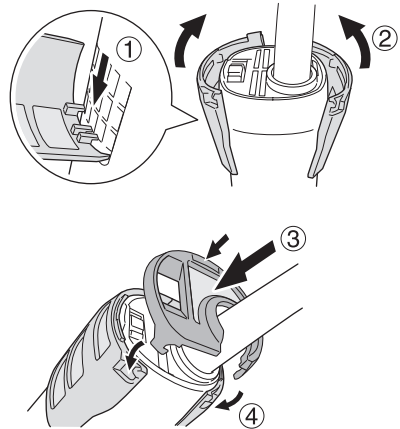

Fig. 9
**Procedimiento de reinstalación (Fig. 9)**
- (1) Enganche el clip en el filtro lateral con el orificio de ventilación y alinee el filtro con la unidad principal.
- (2) Inserte el filtro inferior y luego presione los clips con los filtros laterales.